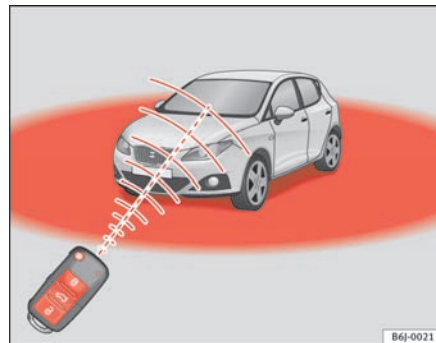

Fig. 44 Fjernbetjeningens virkeområde
Desuden blinker nøglens batterikontrollampe ⇒ fig. 44.
- Nøglen med fjernbetjening fungerer kun, når du opholder dig i nøglens virkeområde ⇒ side 78, fig. 44.